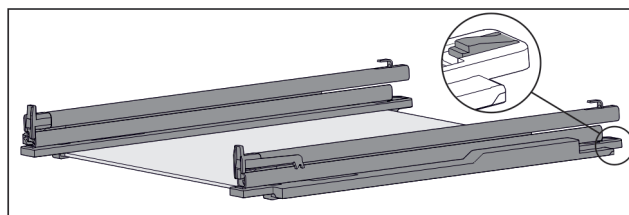

Fig. 116 Skleněná deska s kolejničkami a přídržnými díly
- Přídržný díl vzadu stlačte dolů (viz Fig. 116) a současně zasuňte kolejničku dozadu.